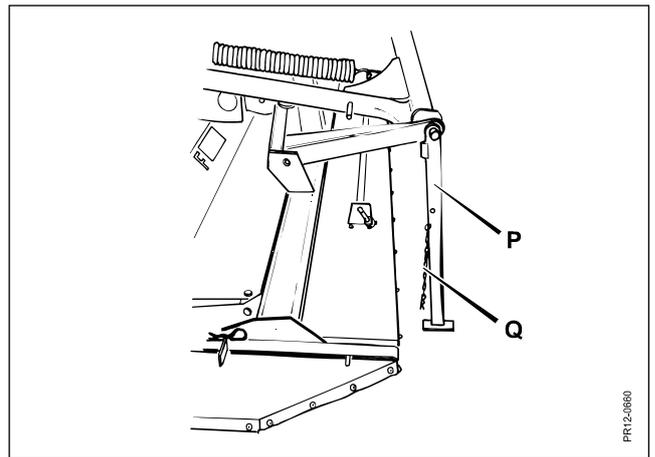

Fig. 2-8
**Fig. 2-8** Wenn die Maschine abgebaut wird, muß die Abstellstütze **P** vor die Maschine gedreht werden und in der Länge eingestellt werden, damit sie auf dem Boden stützt. Die Kette mit Splinte **Q** hängt frei der Abstellstütze entlang.
**WICHTIG:** Die Abstellstütze muß immer in der Position wie auf Fig. 2-8 sein, bevor die Maschine abgebaut wird, um die Stabilität der Maschine zu sichern.